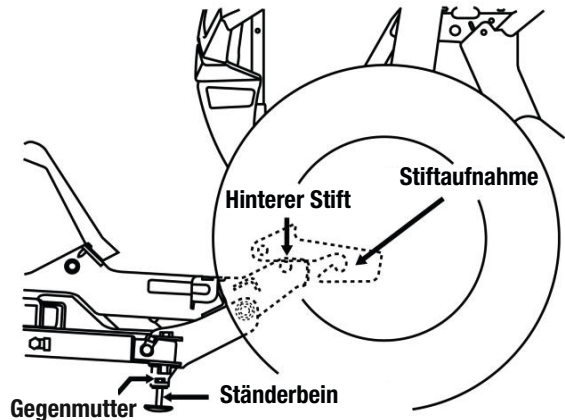

Abbildung 12. Ständereinstellung
4. Drehen Sie das Ständerbein (9A/B), um die Höhe des Pflugsystems nach oben oder unten einzustellen, bis der hintere Stift der Kupplung Kontakt mit dem flachen unteren Teil der Stiftaufnahme des Fahrgestells hat, wie in Abbildung 12 dargestellt. (Wenn zusätzliche Höhe benötigt wird, installieren Sie das längere Ständerbein, das im Lieferumfang des Pflugsystems enthalten ist.)